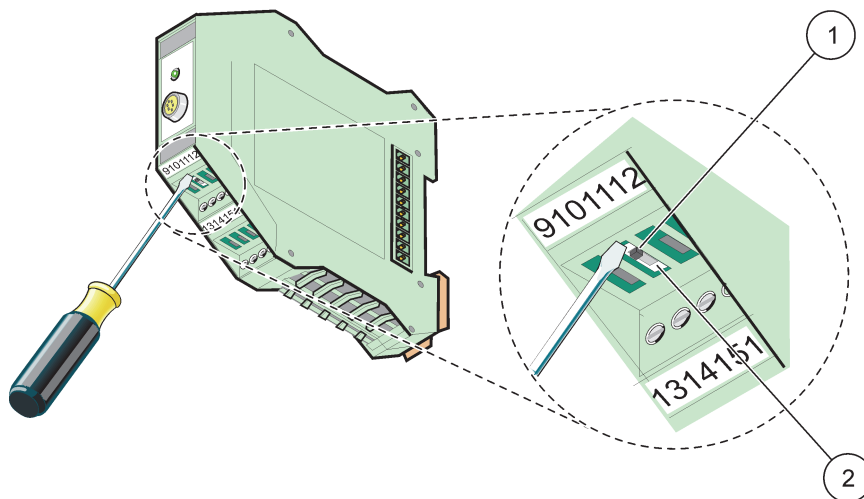

Рисунок 75 Переключение сетевого окончания
1. Деактивируйте переключатель (сетевое окончание) на модуле (Рисунок 75).